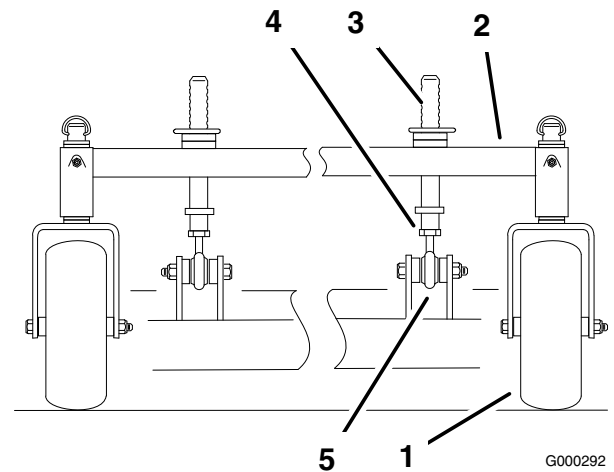

Figura 70
1. Para cambiar la inclinación longitudinal, pueden ajustarse los pilares delanteros de ajuste de altura de corte (Figura 70).
2. Para elevar la parte delantera de la plataforma, afloje la contratuerca y haga girar el pilar delantero en el sentido de las agujas del reloj (Figura 70).
3. Para bajar la parte delantera de la plataforma, afloje la contratuerca y haga girar el pilar delantero en el sentido contrario de las agujas del reloj (Figura 70).
- Apriete las contratuercas (Figura 70).